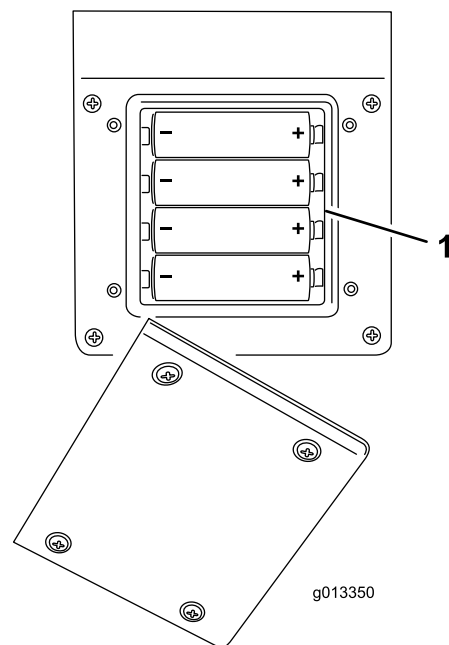

Figura 48
3. Inserite ogni batteria nuova in un portabatteria rispettando la polarità. (Se le batterie sono inserite in modo scorretto, il dispositivo non riporta danni, ma non funziona.) Nel portabatteria sono marcati in rilievo i simboli della polarità di ogni terminazione (Figura 48). Accertatevi che le batterie siano inserite in modo stabile nel dispositivo.